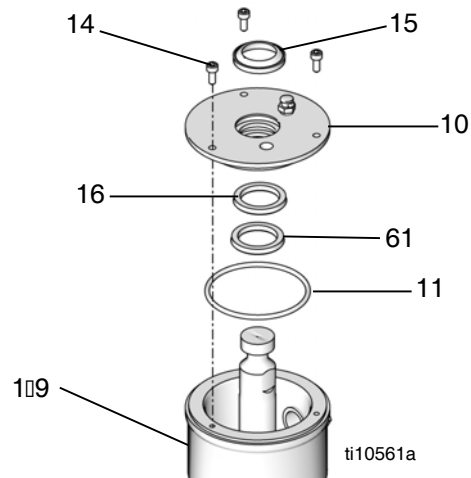

图 31
26. 将新的 O 形圈（11）、湿杯刮环（15）、密封（16）以及卡环（61）装入湿杯盖（10）内。参见图 31。
27. 小心地将湿杯盖（10）推到活塞柱上。将盖子的孔与湿杯的孔对准。插入螺丝（14）。用六角头螺丝刀拧紧螺丝。参见图 31。